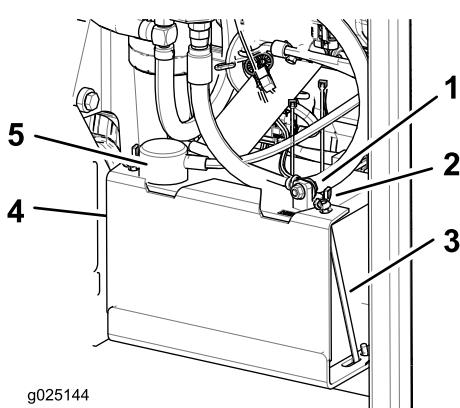

Figura 40
3. Primero desconecte el cable negativo (negro) del borne negativo (-) (negro) de la batería (Figura 40).
4. Retire la cubierta de goma roja del borne positivo (rojo) de la batería y retire el cable positivo (+) (rojo) (Figura 40).
5. Retire las tuercas de orejeta que sujetan los ganchos (Figura 40).
6. Retire la abrazadera (Figura 40).
4. Fije los cables con 2 pernos, 2 arandelas, y 2 contratuercas (Figura 40).
6. Instale la abrazadera y sujétela con las tuercas de orejeta y los ganchos (Figura 40).
1. Coloque la batería en la bandeja, con los bornes frente al depósito de aceite hidráulico (Figura 40).